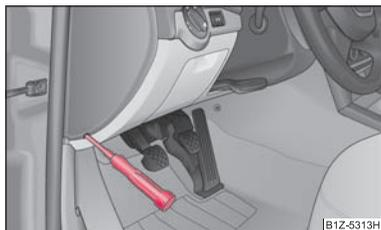

Fig. 185 Couvercle des fusibles: côté gauche du tableau de bord
- Enlevez le cache des fusibles sur le côté du tableau de bord à l'aide d'un tournevis ⇒ fig. 185 resp. le cache des fusibles dans le compartiment moteur ⇒ page 235.